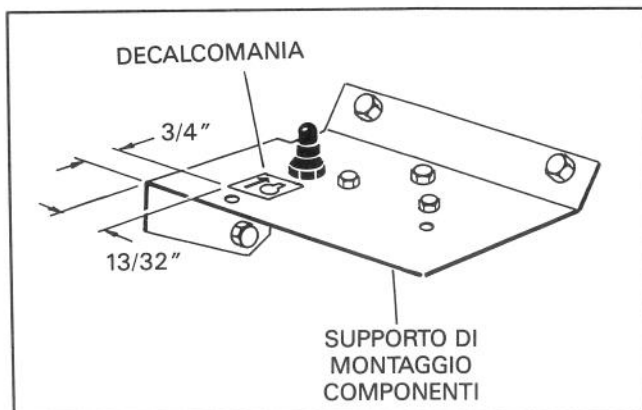

Figura 16
29. Allineare col bordo inferiore ed installare la decalcomania del commutatore del motorino d'accensione sul supporto di montaggio dei componenti come indicato nella figura 16.